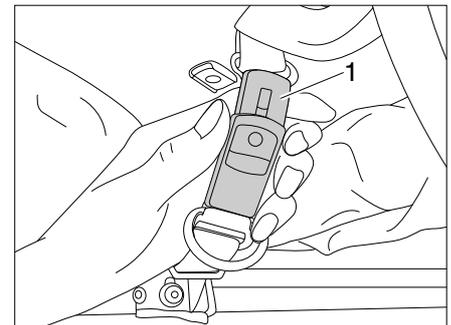

Bild 54 Sicherungsgurt schließen
- Sicherungsgurte (Bild 54,1) schließen.